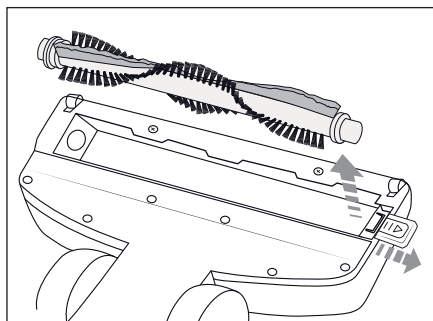

Fig. 7
- 2) Desplace el bloqueo hacia fuera y desmonte el rodillo de cepillos **15** de la boquilla para suelos (fig. 7).